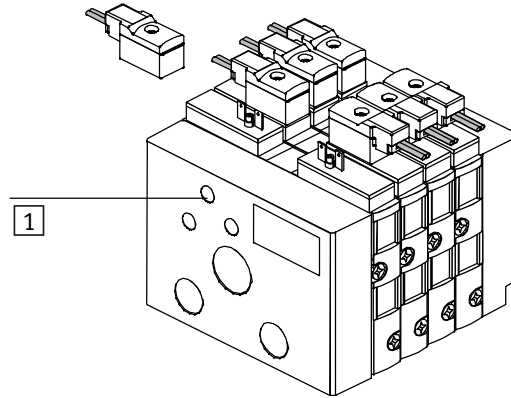

Bild 3/5: Erdungsanschluss der Ventilinsel CPV10-EX-VI
Der Erdungsanschluss befindet sich auf der linken Endplatte (siehe Bild 3/5).
- Verbinden Sie den Erdungsanschluss auf der linken Endplatte (siehe Bild 3/5) niederohmig (kurze Leitung mit großem Querschnitt) mit dem Erdpotenzial.